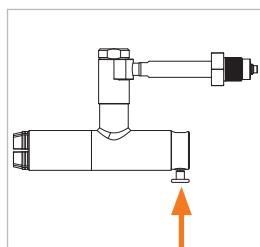

Abbildung 6
- ▶ Drücken Sie den Ventilknopf (Pos. 4) (Abbildung 6). Die Spannzangen öffnen sich.